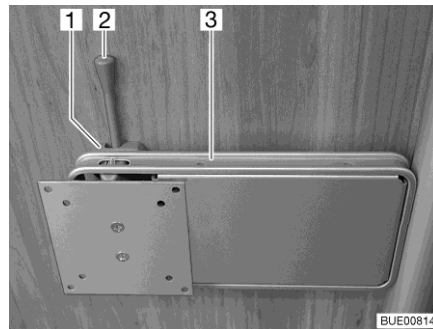

Bild 84 Halterung an Säule
- Den Entriegelungshebel (Bild 84,2) zur Seite drücken und die Halterung (Bild 84,3) mit dem Flachbildschirm in die gewünschte Position drehen.
- Flachbildschirm zurückdrehen, bis die Halterung (Bild 84,3) in die Verriegelung (Bild 84,1) einrastet.